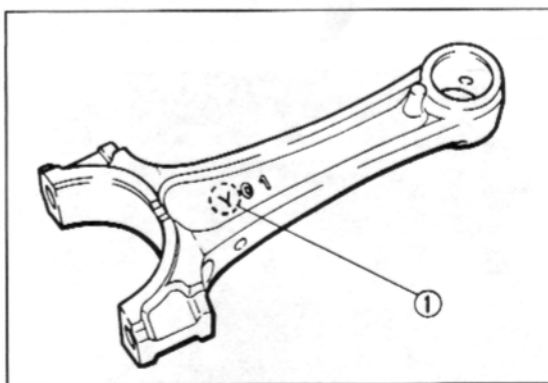

Bild 202
- Pleuel und Pleuellagerdeckel so montieren, dass Buchstabe auf der Stirnseite klar erkennbar ist und «Y»-Marke nach links weist, siehe Bild 202/203.